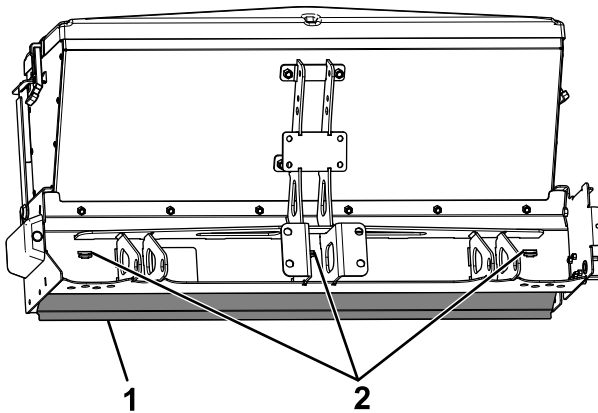

Figure 5
2. Glissez le déflecteur de plate-forme sous l'épandeur et bloquez les languettes dans les fentes du cadre (Figure 5).